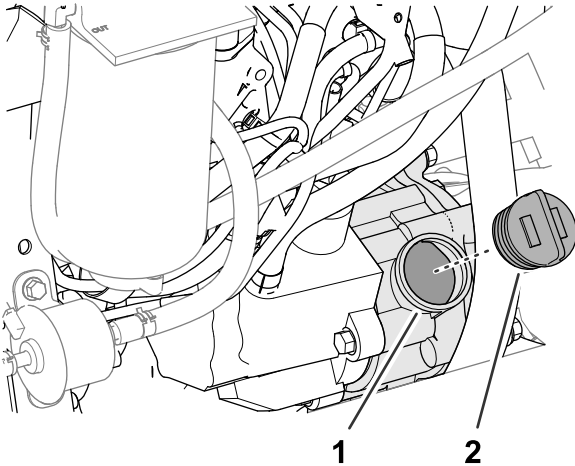

Figure 113
- Si le niveau est trop bas, retirez le bouchon de remplissage (Figure 113) et versez progressivement de petites quantités d'huile, en vérifiant fréquemment le niveau, jusqu'à ce que l'huile atteigne le repère maximum sur la jauge.